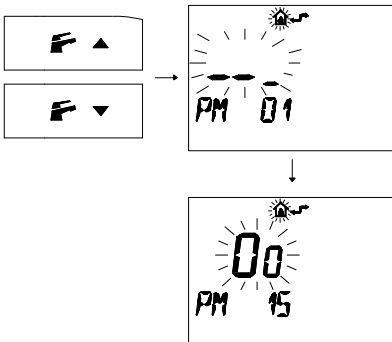

fig. 5.29
- 3 Premere i pulsanti F ▲ o F ▼ per visualizzare la programmazione "PM 15" abilitazione della sonda esterna (fig. 5.29)